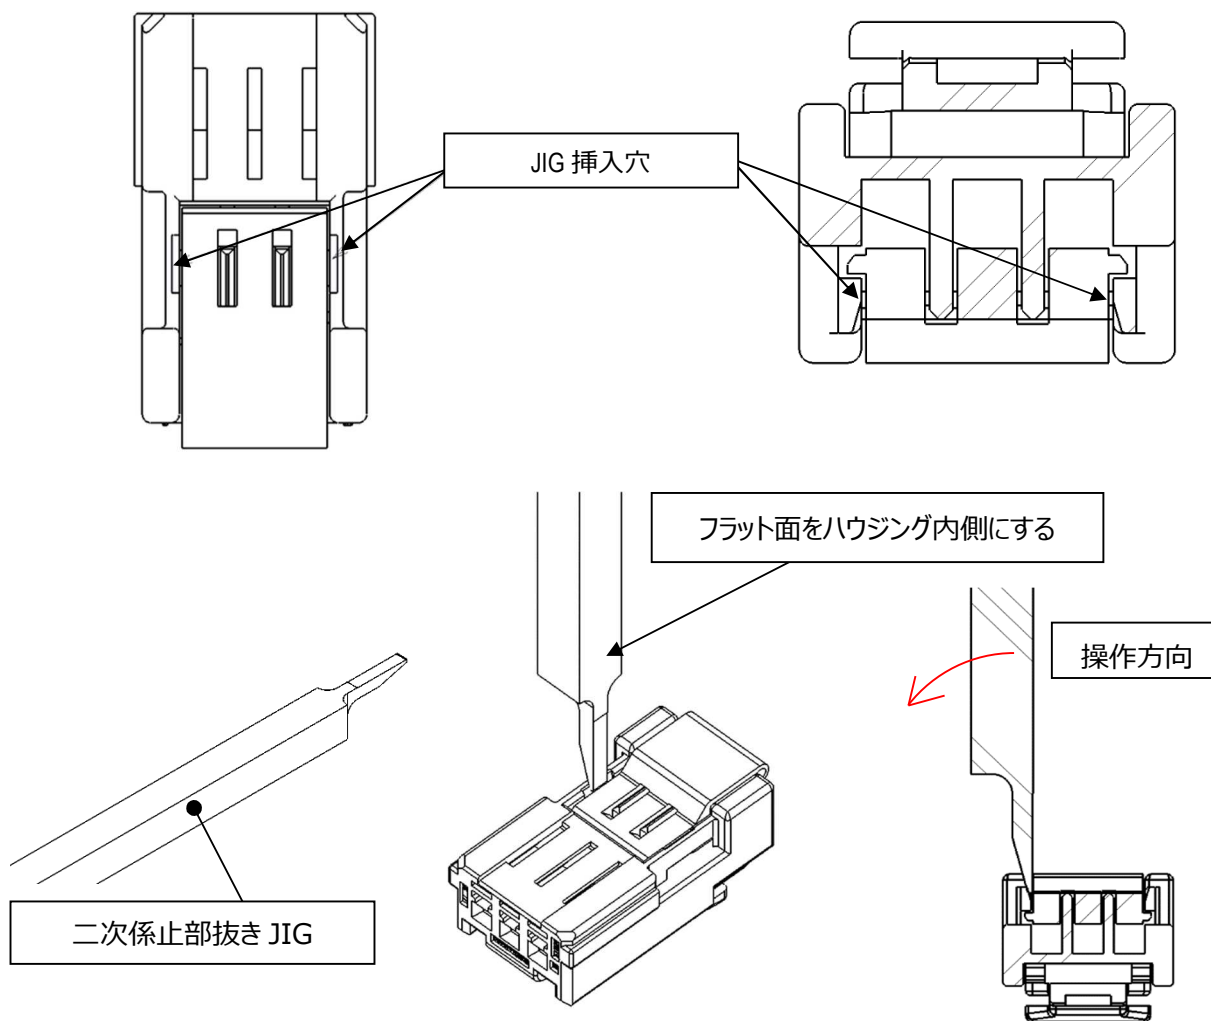

図 36.二次係止部解除方法
- ①メスハウジング底面の JIG 挿入穴に専用 JIG を差し込み、図 36 に示す方向に JIG を回転させ二次係止部を片側ずつ押し出してください。